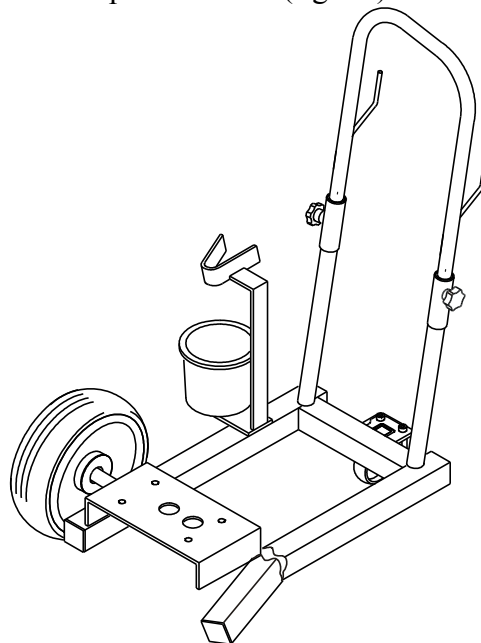

Fig.13
- 2 Controllare che tutta la merce non abbia subito danneggiamenti durante il trasporto, non utilizzare **MAI** la pompa con elementi danneggiati anche parzialmente (fig. 13).